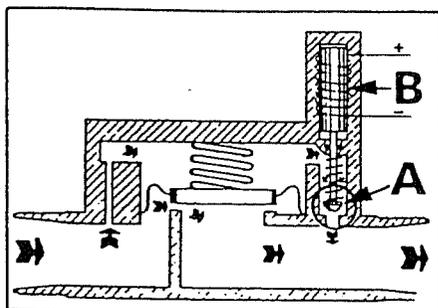

FIG. 20
**Åben** (fig. 20): Nål A løftet fra ventilsædet af elektromagnet B.